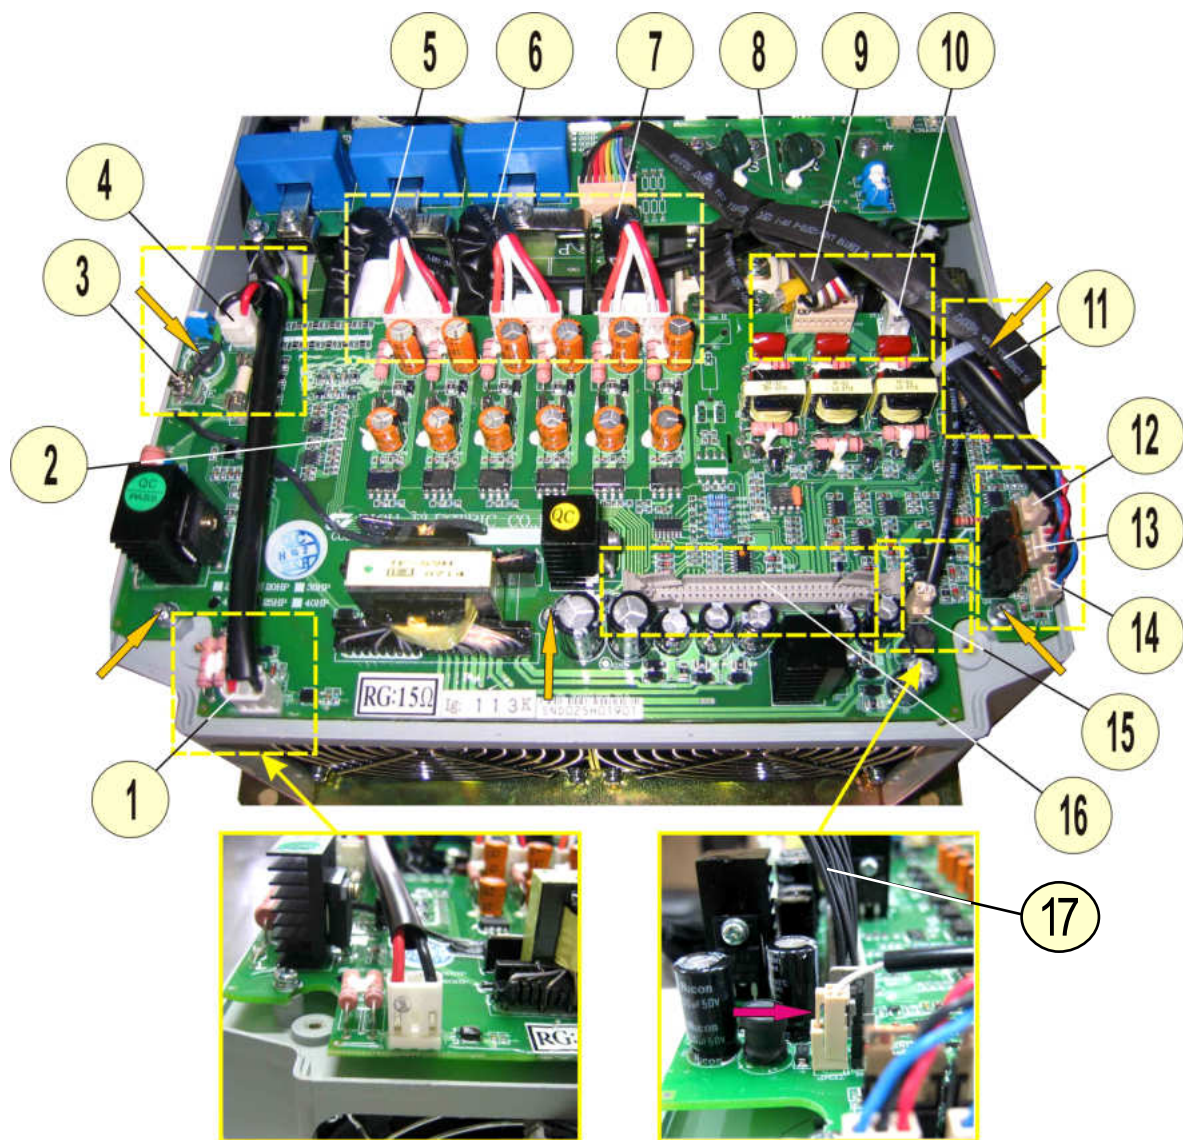

Рис. 6.7
6.6.1. Отсоединить жгут контроля предохранителя от разъёма CN5 на плате драйверов (поз. 1 на рис. 6.7).
6.6.2. Отжать в стороны боковые фиксаторы разъёма CN7 на плате драйверов (поз.16 на рис. 6.7). Отсоединить жгут платы ЦП (поз. 17 на рис.6. 7). Положить жгут в тару.
6.6.4. Отсоединить жгут питания платы драйверов от разъёма CN4 на плате (поз.4 на рис.6.7).
6.6.5. Отсоединить поочередно жгуты управления IGBT от разъёмов CN1...CN3 на плате (поз. 5, 6 и 7 на рис. 6.7).
6.6.6. Отсоединить жгут управления диодно-тиристорными модулями от разъёма CN9 на плате (поз.9 на рис. 6.7).
6.6.7. Отсоединить провод цепи предзаряда от разъёма TB1 (поз.10 на рис. 6.7).
6.6.8. Отсоединить жгут токовых датчиков от разъёма CN10 (поз.11 на рис. 6.7).
6.6.9. Отсоединить, жгут датчика тока шины «+» от разъёма CN8 (поз.12 на рис. 6.7).
6.6.10. Отсоединить, жгуты вентиляторов от разъёмов FAN1 и FAN2 (поз.13, 14 на рис. 6.7).
6.6.11. Отсоединить жгут датчика температуры от разъёма TEMP на плате (поз.15, рис. 6.7).
6.6.12. Выкрутить пять винтов крепления платы драйверов 2 (рис. 6.7), снять плату драйверов. Положить винты и плату в тару.